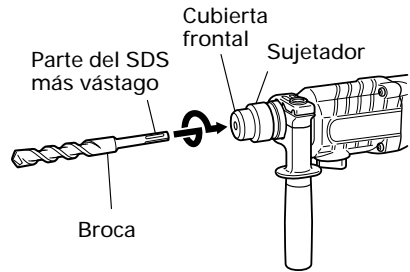
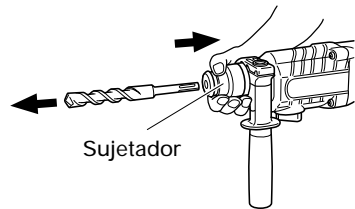

Fig. 2
Fig. 3
6. Montaje de la broca (Fig. 2)
- (1) Limpie la parte del vástago de la broca de taladro.
- (2) Inserte la broca de taladro girando en el sujetador de la herramienta hasta que se asegure bien. (Fig. 2)
- (3) Verifique si esta bien asegurado tirando de la broca de taladro.
- (4) Para extraer la broca, tire completamente de la empuњadura en el sentido de la flecha y tire hacia afuera de la broca. (Fig. 3)